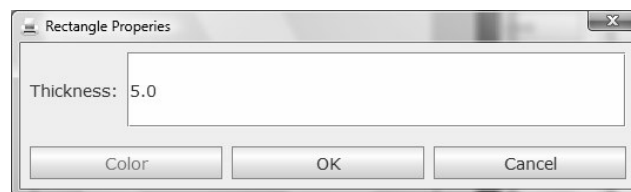

Рисунок 13. Окно настройки прямоугольной области.
- В появившемся меню выберите Modify — появится окно настройки Rectangle Properties (см. рис. 13).